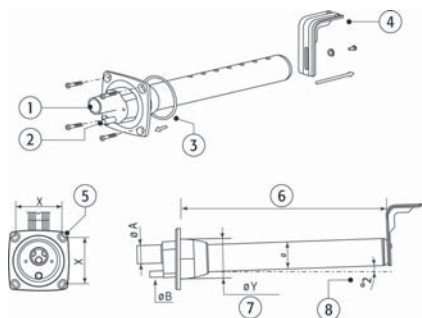

Fig. 4.a - montaggio distributore
Montaggio dei distributori lineari (Fig. 4.a):
- praticare sulla parete del canale una serie di fori secondo la dima di foratura indicata nella Fig. 4.a;
Per permettere il ritorno della condensa attraverso la connessione di drenaggio (vedi Installazione del tubo di ritorno della condensa), montare il distributore (Fig. 4.a) con il collegamento di ingresso a quota inferiore rispetto all'estremità chiusa la quale, per questo motivo, deve essere opportunamente supportata (la superficie di appoggio è predisposta con l'inclinazione di riferimento).